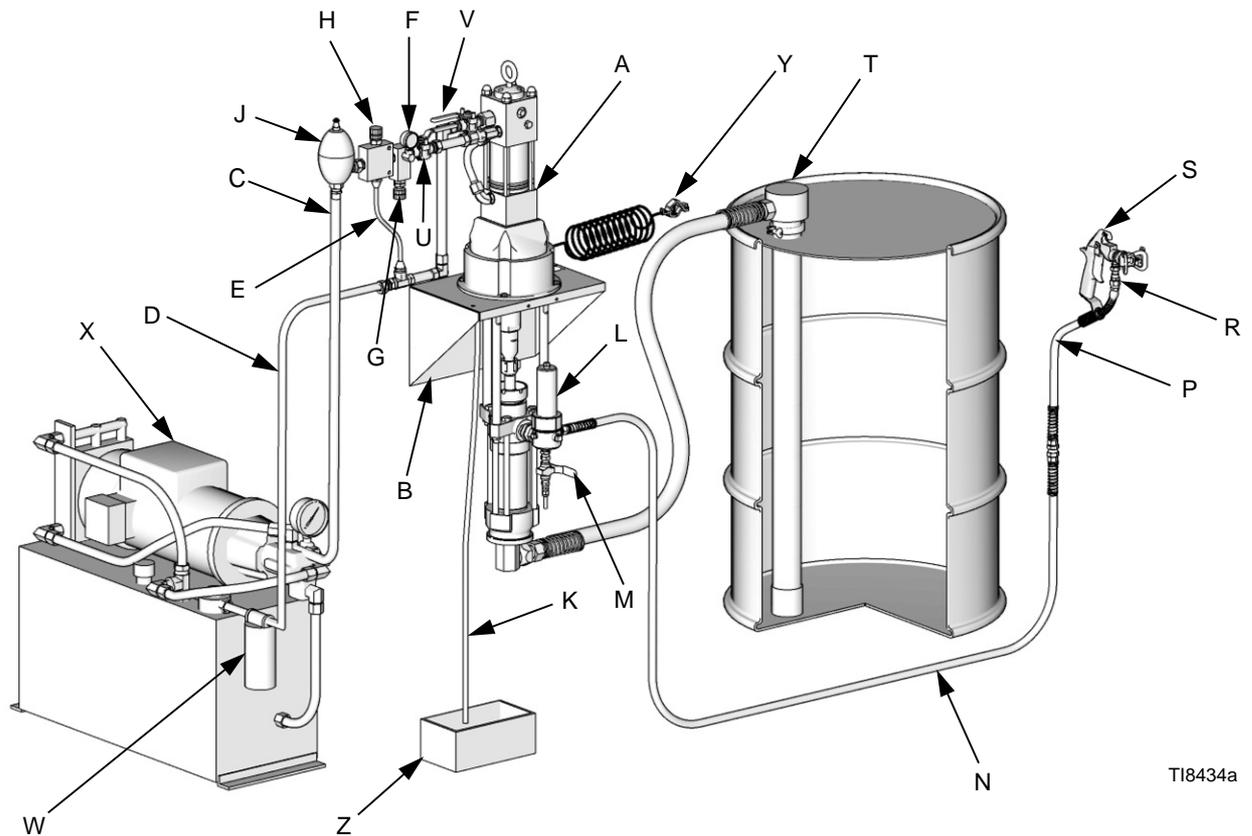

FIG. 2 : Installation type, pompes hydrauliques
La FIG. 1 montre un système pneumatique et la FIG. 2 un système hydraulique.
Voir FIG. 1 et FIG. 2. Veiller à ce que tous les tuyaux soient bien dimensionnés et conçus pour les pressions utilisées dans le système. N'utiliser que des tuyaux conducteurs. Les tuyaux de produit doivent avoir des protections spiralées à chaque bout. Utiliser un tuyau souple (P) et un raccord tournant (R) entre le tuyau de produit principal (N) et le pistolet/la vanne (S) pour donner plus de liberté de mouvement au pistolet/à la vanne.
Pour les pompes hydrauliques, installer les accessoires suivants dans l'ordre indiqué sur la FIG. 2 en utilisant au besoin des adaptateurs.
Installer les accessoires suivants dans l'ordre indiqué sur la FIG. 1 et la FIG. 2 en utilisant au besoin des adaptateurs.